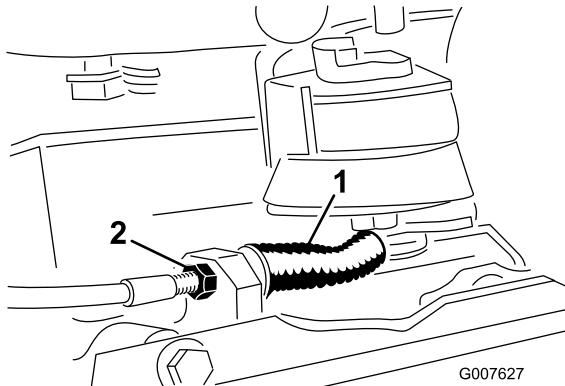

Figura 27
3. Para aumentar a tensão do cabo, desaperte a porca de bloqueio do cabo dianteiro e aperte a porca de bloqueio do cabo traseiro (Figura 27) até que seja obtida uma força de 2,3 a 3,2 kg, de maneira a que se possa engatar o travão. Meça a força no botão da alavancade. Não aperte demasiado ou pode prender o travão.